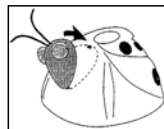

Рисунок 2
2. **Встановлення головки** - вставте виступ у нижній частині головки у відповідний отвір на корпусі пілососа. Потім нахиліть верхню частину головки вперед. Сумістіть виступ із верхнім отвором. Натискайте вперед, доки головка міцно не зафіксується на місці (див. Рис. 2).